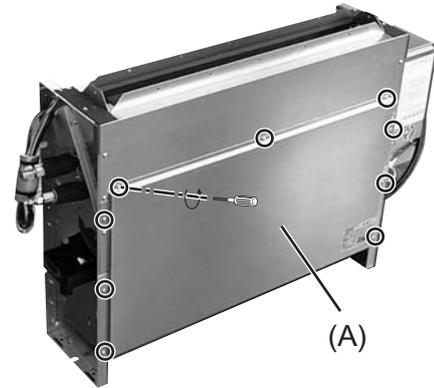

Fig.1
<p>1. Removiendo el panel frontal (A)</p> <p>(1) Remueva los tornillos de fijación (dos) del panel frontal (A). (Fig. 1)</p> <p>(2) Sostenga el fondo del panel frontal con sus manos, y levántelo suavemente. El panel frontal deberá caer hacia adelante. (Fig. 2)</p> <p>2. Removiendo la tapa de la caja de control (B)</p> <p>(1) Remueva los tornillos de fijación (dos) de la tapa (B) y remueva la tapa (B). (Fig. e)</p>	 <p style="text-align: right;">Fig.1</p>  <p style="text-align: right;">Fig.2</p>  <p style="text-align: right;">Fig.3</p>
<p>1. Removiendo el gabinete lateral</p> <p>(1) Abra la cubierta del panel de control (A), remueva los tornillos de fijación (dos) de la cubierta de seguridad. (Fig. 1)</p> <p>(2) Tire hacia arriba del gabinete lateral (B). (Fig. 2)</p>	 <p>Fig.1</p> <p>Fig.2</p>
<p>1.Removiendo el termistor (1)Remueva el termistor de debajo de la caja de control.</p>	 <p>Termistor</p> <p>Fig.1</p>
<p>1.Removiendo el panel de drenaje (1)Remueva el tornillo de fijación del marco lateral de la caja de control. (Fig. 1)  (2)Deslice el panel de drenaje en la dirección de la flecha ①.</p>	 <p>Fig.1</p>  <p>Fig.2</p>
<p>1. Deslizando la sección del ventilador (Fig. 1)</p> <ol style="list-style-type: none"><li>(1) Remueva los tornillos de fijación (dos) (a).</li><li>(2) Deslice la sección del ventilador en la dirección de la flecha ①.</li></ol> <p>2. Removiendo el motor del ventilador (Fig.2)</p> <ol style="list-style-type: none"><li>(1) Remueva los tornillos de fijación (dos) (b) del gabinete del ventilador(A).</li><li>(2) Remueva el tornillo de fijación del eje del motor del ventilador y remueva el gabinete del ventilador (A) y el ventilador sirocco.</li><li>(3) Remueva los tornillos de fijación (dos) (c) de los soportes del motor (dos) y remueva el motor.</li></ol> <p>Aviso: En el caso del modelo(PFFY-P32-63) despegue los ejes del motor de ambos lados del motor.</p>	 <p>Fig.1</p>  <p>Fig.2</p>
<p>1. Removiendo el gabinete (1) Remueva los tornillos de fijación (seis) y remueva el gabinete. (Fig. 1)</p> <p>2. Removiendo las tapas 1 y 2 con el procedimiento 8-2. (Fig. 2)</p> <p>3. Removiendo el intercambiador de calor (1) Remueva los tornillos de fijación (cuatro) y remueva el soporte del intercambiador de calor. (Fig. 3)</p> <p>(2) Remueva al intercambiador de calor, moviendo de lado a lado.</p>	 <p data-bbox="1353 882 1414 913">Fig.1</p>  <p data-bbox="1353 1429 1414 1460">Fig.2</p>  <p data-bbox="1353 2056 1414 2087">Fig.3</p>
- (1) Remueva los tornillos de fijación (nueve) de la placa (A) y remueva la placa. (Fig. 1)